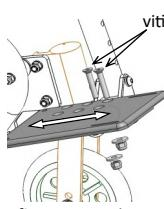

fig. 7.2: Regolazione profondità
- Regolazione profondità del poggiapiedi (fig. 7.2):